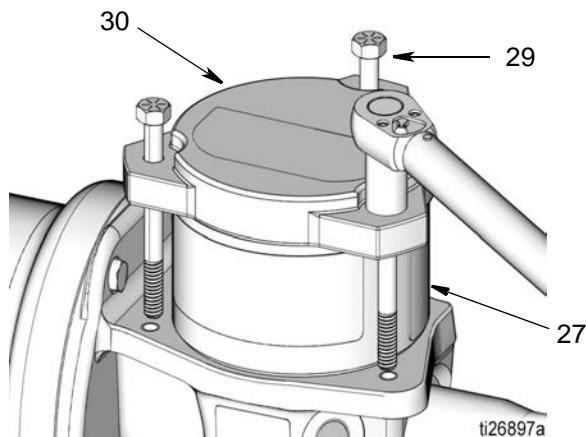

图 12
10. 使用扳手拆下拉杆 (29)。松开对角线模式中的拉杆，渐渐小心松开每个拉杆，直至所有拉杆完全松开。卸下拉杆 (29)。参见 图 12。
11. 从液箱 (27) 上拆下盖子 (30) (图 12)。